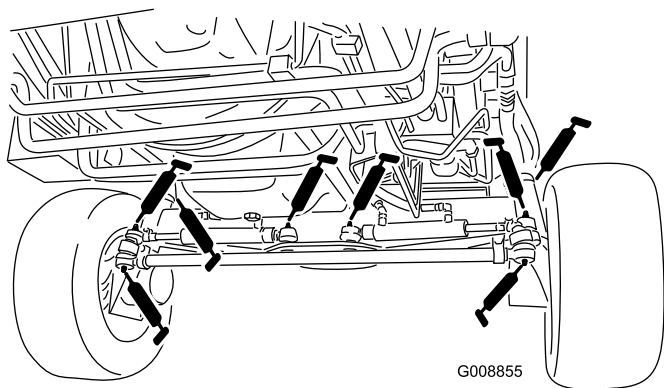

Figura 50
- Articuciones esféricas del cilindro de dirección (4) (Figura 50)
- Articuciones esféricas de las bielas (2) (Figura 50)
- Casquillos del pivote de dirección (2) (Figura 50)